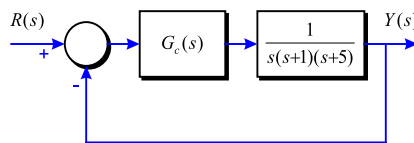

Figura 5-19
**Problema 158** Donat el sistema de la Figura 5-19: